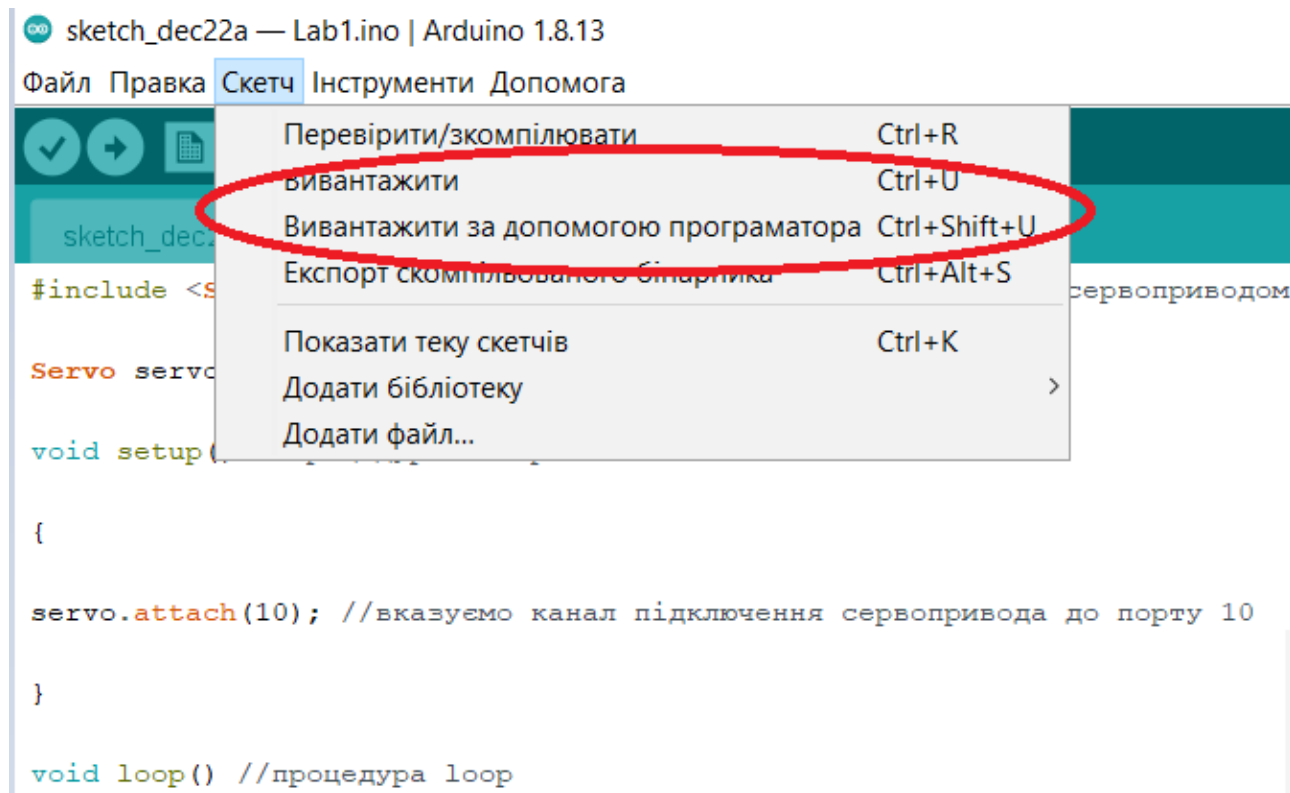

Рис.3.35 – Завантаження програмного коду з Arduino IDE до плати керування.
5. Завантажити розроблений програмний код до плати керування з середовища Arduino IDE (рис.3.35)